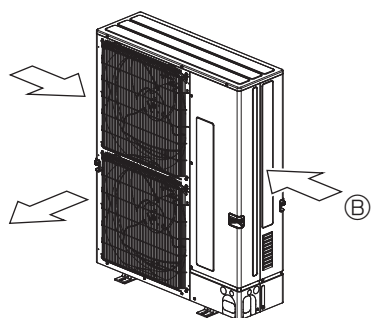

Fig. 2-6
- ③ Jeśli to możliwe, należy tak ustawić jednostkę zewnętrzną, aby kierunek wylotu powietrza był prostopadły do kierunku wiatru w danej porze roku. (Fig. 2-6)